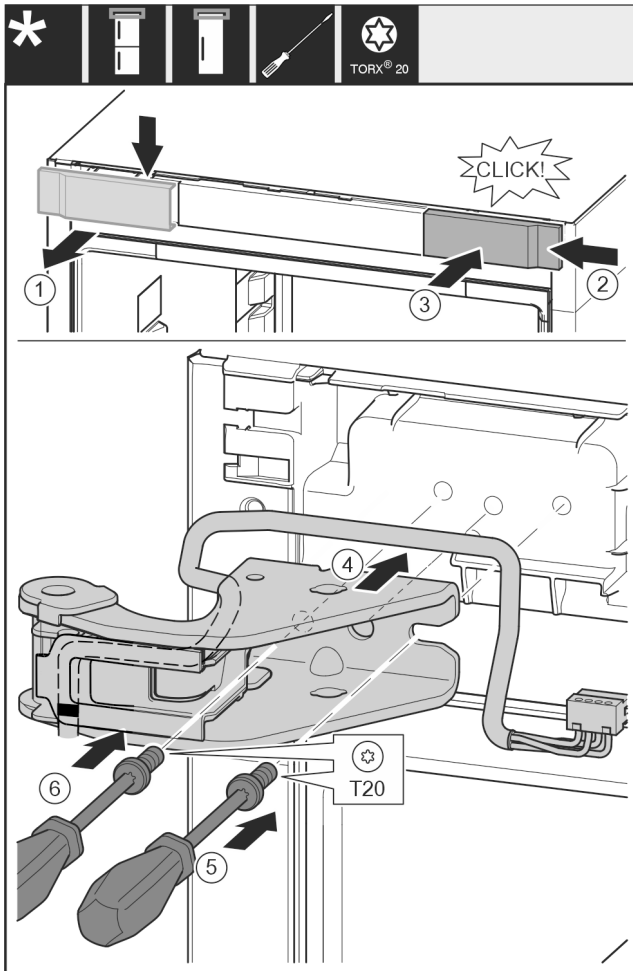

Fig. 32
- ▶ Снимите крышку сверху вперед. Fig. 32 (1)
- ▶ Навесьте крышку, повернув ее на 180°, справа с другой стороны. Fig. 32 (2)
- ▶ Зафиксируйте крышку. Fig. 32 (3)
- ▶ Установите верхний опорный кронштейн. Fig. 32 (4)
- ▶ Установите и затяните винт отверткой T20. Fig. 32 (5)
- ▶ Вставьте и затяните винт отверткой T20. Fig. 32 (6)